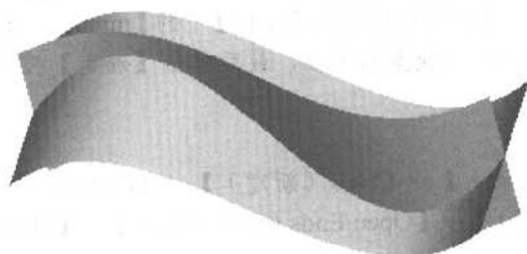
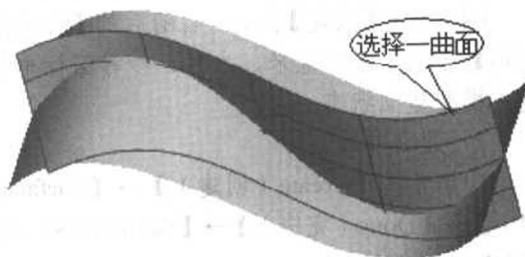

图 1-9 曲面求交模型
图 1-10 选择其中一曲面
(11) 单击工具栏内完成按钮,以结束截面的绘制。
(12) 单击【Blind (盲孔)】→【Done (完成)】命令,在文本框中输入 40 作为曲面拉伸深度。
(13) 单击【确定】按钮完成曲面的建立,最后得到的曲面模型如图 1-9 所示。
(14) 单击工具栏中曲线创建按钮,在曲线选项菜单中,单击【Intr.Surfs (曲面求交)】→【Done (完成)】命令。
(15) 系统提示:选取“单一”曲面的第一组,或整张曲面,面组或零件。单击【Single (单一)】命令,在主窗口中选择一曲面,单击【Done Sel (完成选取)】→【Done (完成)】命令,如图 1-10 所示。